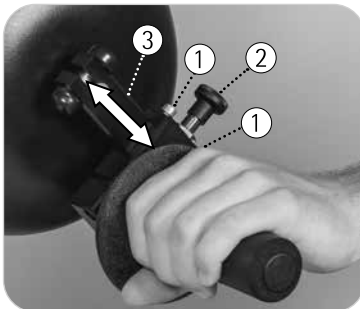

Fig. 6.11
vedere Fig. 6.11 Per modificare il raggio del pedale, allentare entrambe le viti a esagono incassato ① con la brugola di diametro 4.